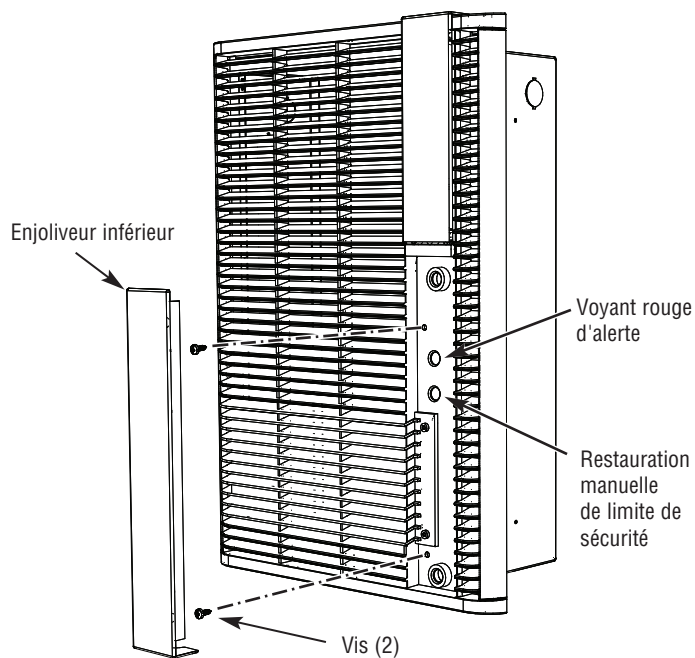

Figure 5 – Emplacements des vis de grille
4. Il y a deux trous dans la zone de l'enjolveur inférieur de la grille, qui s'alignent avec deux trous dans l'ensemble de radiateur. Insérez deux vis dans ces trous et serrez (Figure 5).
Ce radiateur est équipé d'un contrôle de limite de sécurité à restauration manuelle, qui va automatiquement couper le radiateur en cas de surchauffe pour éviter un départ d'incendie. Un voyant rouge d'alerte va s'allumer pour prévenir que la coupure de sécurité a été déclenchée. La Figure 5 indique l'emplacement de ces éléments.
RESTAURATION DE LA LIMITE DE SÉCURITÉ (SEE FIGURE 5)